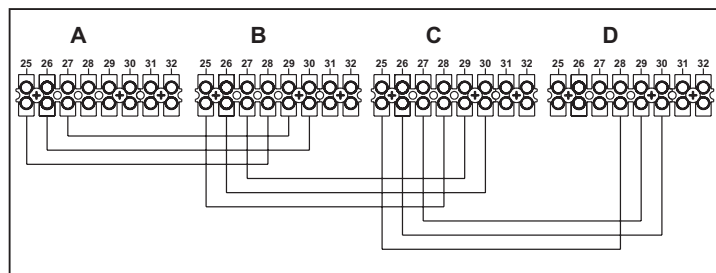

fig. 23 - Montarea în sistem cascădă
1. Conectați modulele așa cum se arată în fig. 23
Dacă acest lucru nu se întâmplă, întrerupeți alimentarea cu electricitate și controlați cablajul din fig. 23.